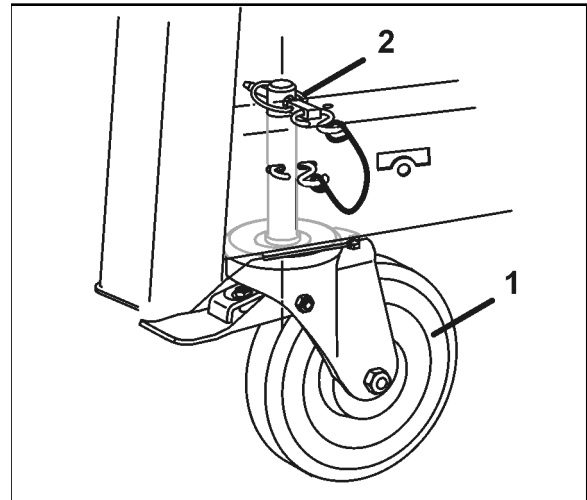

Fig. 43
2. Die Auslaufrutsche (Fig. 43/1) mittels der Befestigungsschrauben (Fig. 43/2) montieren.